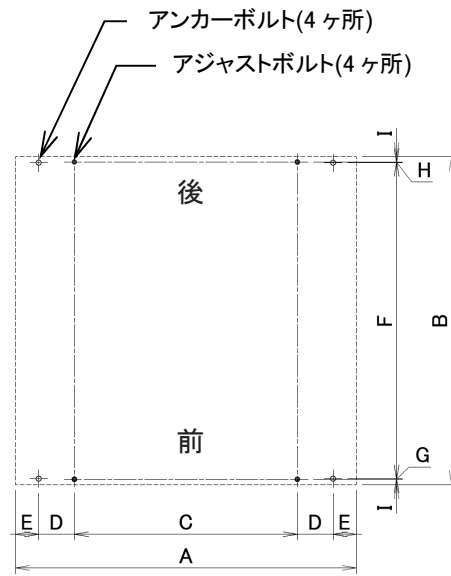

図 4-2
- 1) 機械の据付は、機械自重による床荷重(580kg/m²)に充分耐えられる所で、かつ、水平な所であれば、特別な基礎工事の必要はなく、簡易基礎にて水平を出し、4本のアンカーボルトにて固定するだけで充分です。ただし、特に地盤の弱い所は、(図 4-2)を参照の上基礎工事をしてください。また、機械の据付は水平器を用いて、左右は水平にし、機械の前後方向は機械前側が少し上がり気味になるように据付してください。